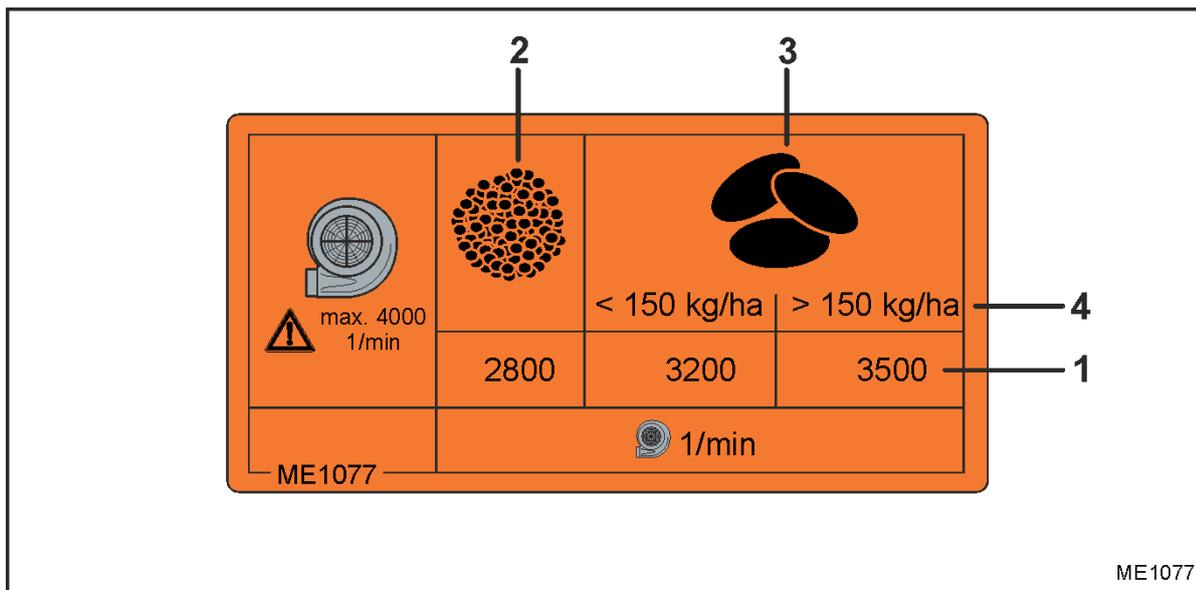

Fig. 46
La velocidad de la turbina determina el caudal de la corriente de aire generado. Cuanto mayor es la velocidad de la turbina, mayor el caudal de aire. Consultar la velocidad nominal de la turbina necesaria en la tabla (Fig. 46, página 66).
La velocidad necesaria de la turbina (Fig. 46/1) depende de la semilla
- Semillas finas (Fig. 46/2), p.ej. colza y semillas finas
- o Cereales o semillas leguminosas (Fig. 46/3) y la dosis de semillas (Fig. 46/4).
Semillas:trigo (Fig. 46/3)
Dosis de semillas:..... 130 kg/ha (Fig. 46/4)
Velocidad necesaria de la turbina (Fig. 46/1): 3200 r.p.m.